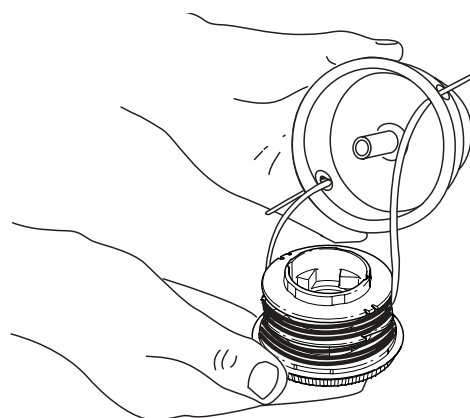

Fig. 15
3. Inserte los extremos de la línea de corte del nuevo carrete interior dentro de los ojajillos de la bobina exterior (Fig. 15). Coloque el nuevo carrete interior con la flecha hacia arriba dentro de la bobina exterior.